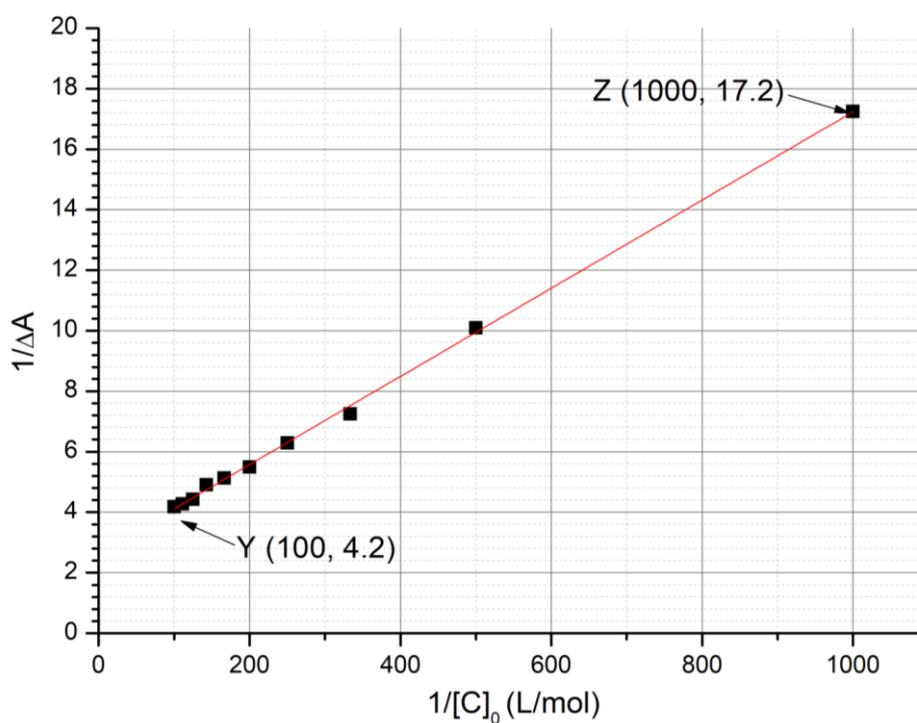

Fig. 3 – Evolución de $1/\Delta A$ como función de $1/[C]_0$.
6. **Determine** K_t usando la siguiente curva experimental (Fig. 3).